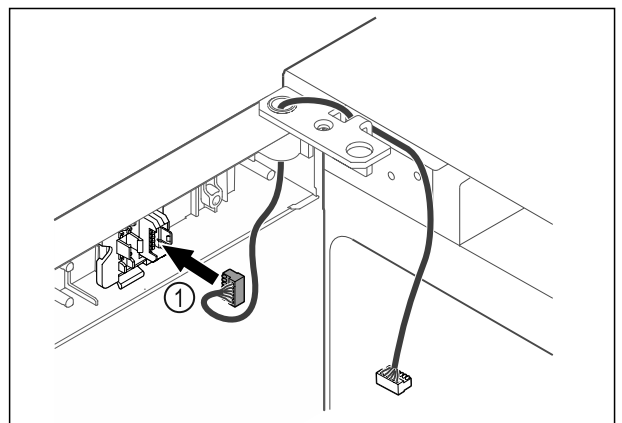

Fig. 46
- ▶ Inserte el conector Fig. 46 (1) en el soporte de conectores.